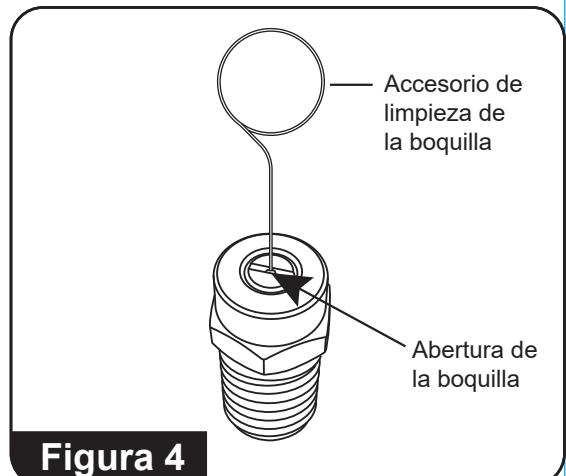

Figura 4
4. Con el accesorio de limpieza de la boquilla, libere cualquier material que obstruya o restrinja la abertura de las boquillas. (Consulte la figura 4)